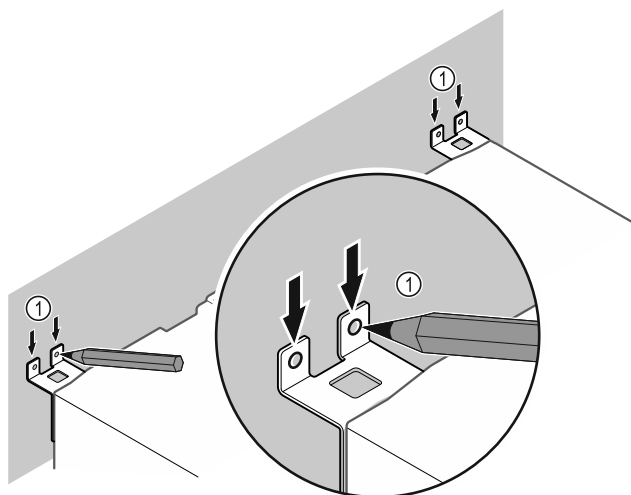

Fig. 11
- Tee seinään merkit Fig. 11 (1).